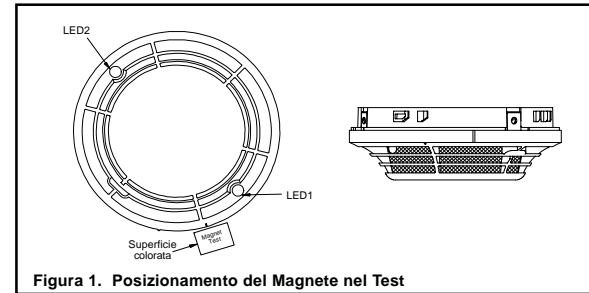

Figura 1. Posizionamento del Magnete nel Test
- Posizionare il magnete (Accessorio M02-24, opzionale) sul bordo del sensore a circa 2 cm dal LED 1 di Figura 1, vicino alla porta MOD.